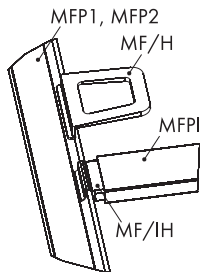

Рис. 1
5. Для соединения профиля импоста MFPI с профилем MFP1/MFP2 необходимо использовать алюминиевое крепление MF/ИH. Крепление установить внутрь профиля MFPI с двух сторон, затем импост с креплением разместить по центру рамки, установить в паз профиля MFP1/MFP2 (см. рис. 1).
6. Пластиковые ручки MF/Н установить в вертикальный профиль по центру рамки на одном уровне, справа и слева (см. рис. 1). При монтаже рамки с MFPI ручки устанавливаются выше профиля импоста.